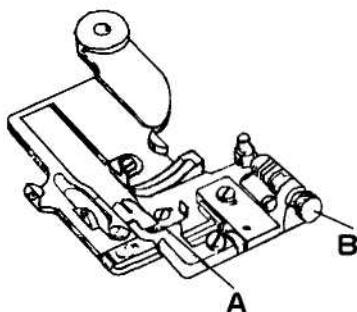
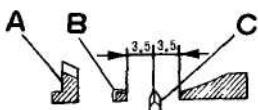
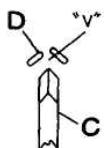

Рис. 12
Рис.25
Рис. 26
(рис. 12)
Ось симметрии подрубочного диска «C» совмещается с осью паза держателя ткани игольной платины «A» (рис. 25); ось клиновидного паза держателя ткани «D» совмещается с осью подрубочного диска «C» (рис. 26).
2. После ослабления стопорного винта «E» манжеты «D» и стопорного винта «G» коленчатого вала «F» переместите подрубочный диск влево или вправо, чтобы установить подрубочный диск в необходимое положение (рис. 25), затяните стопорный винт «E» и «G». Убедитесь, что вал подрубочного диска не болтается и легко вращается. Вал подрубочного диска не должен соприкасаться ни с левой прижимной лапкой, ни с правой.
3. Ослабьте винт держателя ткани «A», переместите держатель ткани «D» (рис. 12) влево и вправо так, чтобы ось клиновидного паза держателя материала совместилась с осью подрубочного диска (рис. 26). Затяните винт держателя ткани.